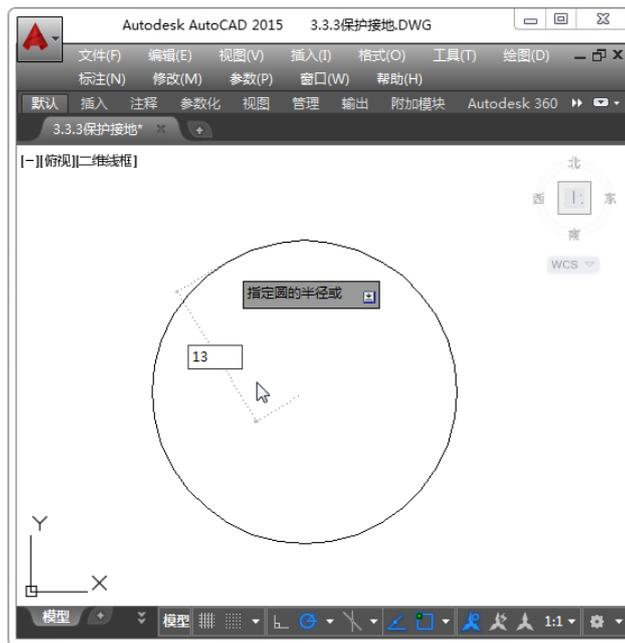

图 3-52 半径值为 13
Step01: 新建一个文件，执行【圆】命令，绘制半径为 13 的圆，如图 3-52 所示。